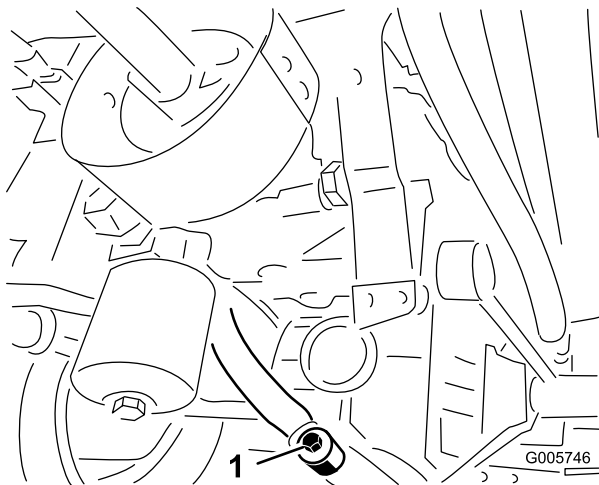
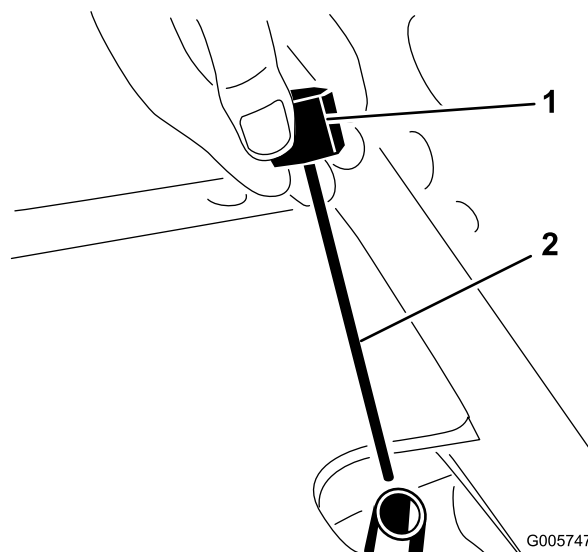

Figura 77
Figura 78
4. Retire o tampão de escoamento do encaixe entre o revestimento do eixo e o filtro de óleo, deixando que o fluido passe para o recipiente de drenagem (Figura 77).
6. Volte a montar o tampão de escoamento entre a caixa do eixo e o filtro (Figura 77).
7. Retire a vareta do tubo de enchimento do eixo (Figura 78) e encha o eixo até ao nível correcto, utilizando um fluido hidráulico correcto; consulte a tabela acima.
9. Aguarde mais dois minutos, retire a vareta e verifique o nível de fluido existente no eixo (Figura 78). Se o nível estiver baixo, adicione fluido até que o nível atinja a marca existente na vareta (Figura 78). Se o nível for demasiado alto, retire o tampão de escoamento (Figura 77) e esvazie o fluido até que o nível fique alinhado com a marca na vareta.